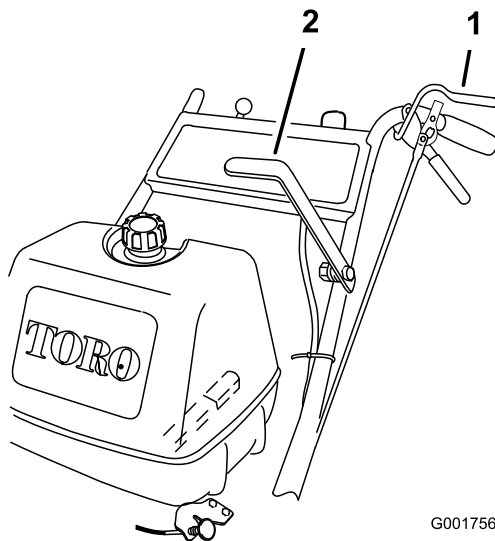

Figure 9
1. Serrez les leviers de détection de présence de l'utilisateur (OPC) contre les poignées (Figure 9).
2. Poussez le levier de commande des lames (PDF) fermement en avant jusqu'à ce qu'il bascule en position de verrouillage (Figure 9).
Pour désengager les lames, tirez le levier de commande des lames à fond en arrière (Figure 9). Le moteur s'arrête quand les leviers OPC sont relâchés et que le levier de commande des lames est engagé.